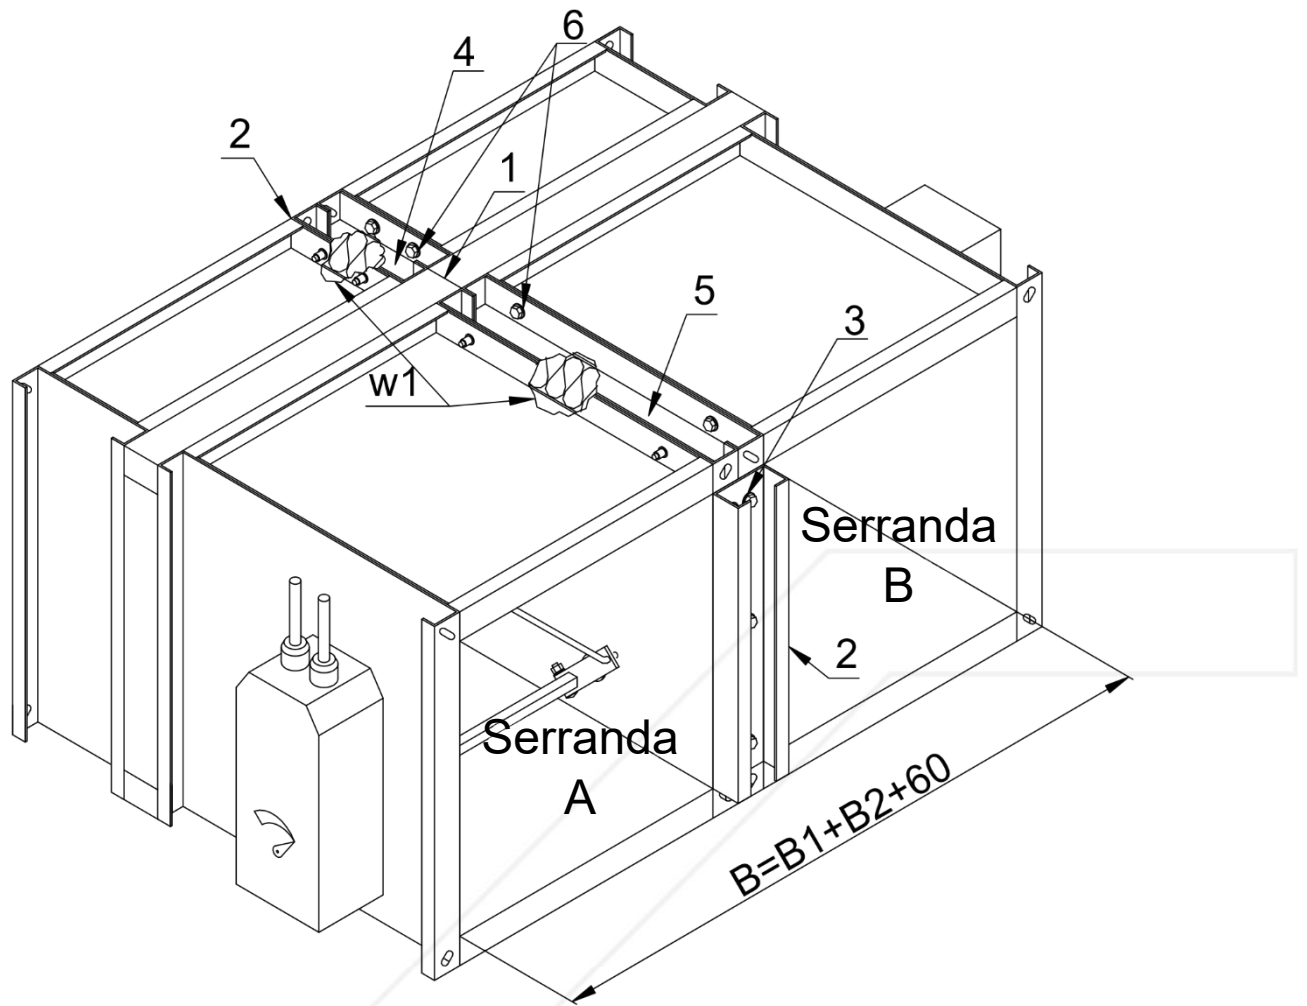

Figura 10. Batteria orizzontale composta da due serrande KWP-O-Ex
- Prima di tutto, occorre fissare la guarnizione PROMASEAL-PL avente sezione di 20x1,8, sul distanziatore isolante di una delle serrande adiacenti (pos. (1) in figura 10) su tutta la lunghezza del punto di contatto.
- Accoppiare la serranda A e la serranda B con appositi fianchi (dove è già stata applicata la guarnizione sui distanziatori isolanti) e collegarle nella parte anteriore e posteriore mediante le barre forate di collegamento (2), utilizzando le viti autofilettanti M6x16 (3) da avvitare negli appositi fori della cassa. Il montaggio corretto avviene quando il numero di viti autofilettanti per ogni barra di lunghezza di 1.200 [mm] ammonta a 4 [pezzi]